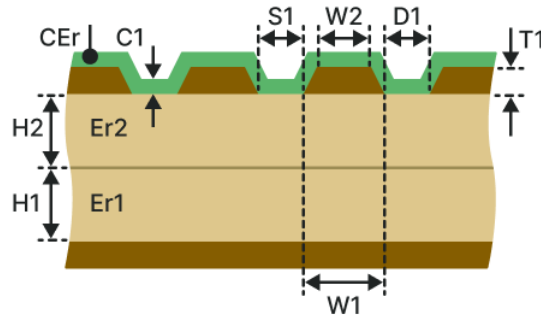

Рис. 180 Копланарная дифференциальная микрополосковая ЛП с маской и опорным слоем (КДММОС-2Н)
- Копланарная дифференциальная микрополосковая ЛП с маской и опорным слоем (КДММОС-2Н), см. Рис. 180.